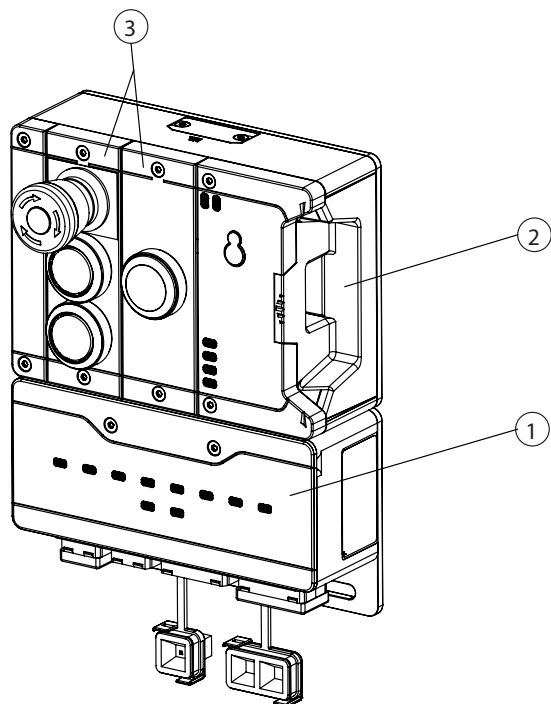

Fig. 1: Ejemplo de sistema MGB2 Modular
A su vez, los módulos pueden contener submódulos. La Fig. 1 muestra una configuración típica del sistema con un módulo de bus MBM (1), un módulo de bloqueo MGB2-L... (2) y los submódulos MSM (3) que contiene. Un sistema completo puede tener hasta 18 módulos o submódulos.